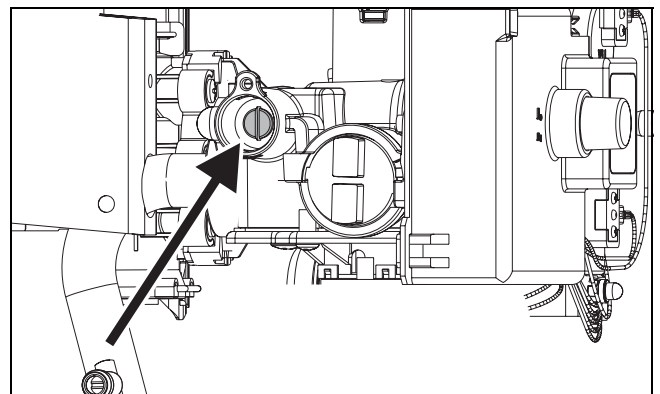

Fig. 15 Șurub de reglare pentru debit maxim de gaz
- ▶ Se desface garnitura de pe șurubul de reglare (fig. 15).
- ▶ Folosind șurubul de reglare (fig. 15), reglați presiunea până atinge valorile indicate în tabelul 6.